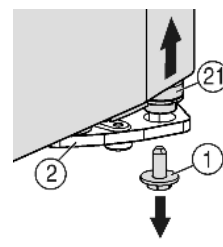
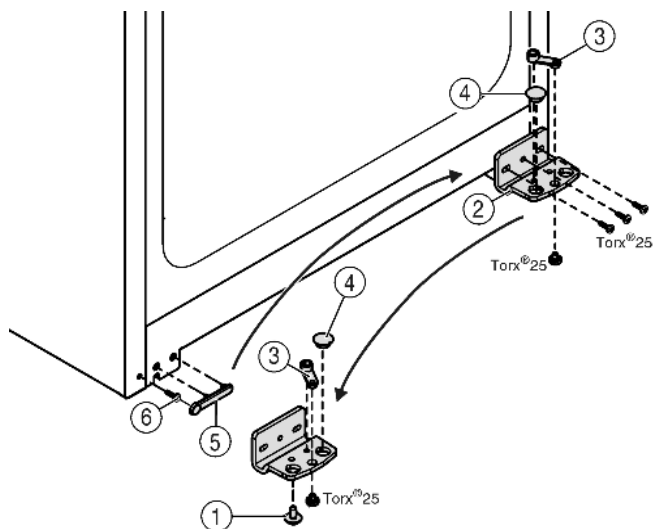

Fig. 4
Fig. 5
- Внизу справа на опорном кронштейне выкрутите фиксирующий винт Fig. 4 (1).
- Опорный палец Fig. 4 (21) можно извлечь из опорного кронштейна Fig. 5 (2).
- Если не удастся извлечь опорный палец Fig. 4 (21), нажмите на него снизу.
- ▶ Открутите опорный кронштейн Fig. 5 (2).
- ▶ Открутите опорную деталь Fig. 5 (3) и, переставив в отверстие на противоположной стороне опорного кронштейна, снова прикрутите.
- ▶ Извлеките заглушку Fig. 5 (4) из опорного кронштейна и переставьте ее в отверстие на противоположной стороне опорного кронштейна.
- ▶ Осторожно снимите крышку со стороны ручки Fig. 5 (5).
- ▶ Выкрутите болт Fig. 5 (6) и вкрутите на противоположной стороне.
- ▶ Снова установите крышку Fig. 5 (5).
- ▶ Снова прикрутите опорный кронштейн Fig. 5 (2) на новой стороне шарнира (**с моментом 4 Нм**). При необходимости используйте аккумуляторный шурупверт.
- ▶ Вкрутите фиксирующий винт Fig. 4 (1) внизу в опорный палец и затяните (**с моментом 4 Нм**).